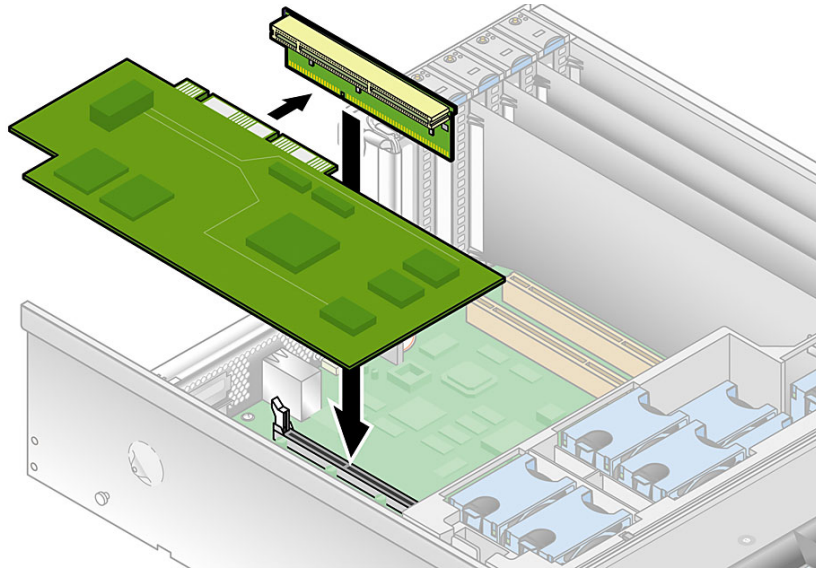

图 4-8 安装水平 PCI 卡和竖隔板
7. 将新的 PCI 卡安装至竖隔板部件（请参见图 4-8）。